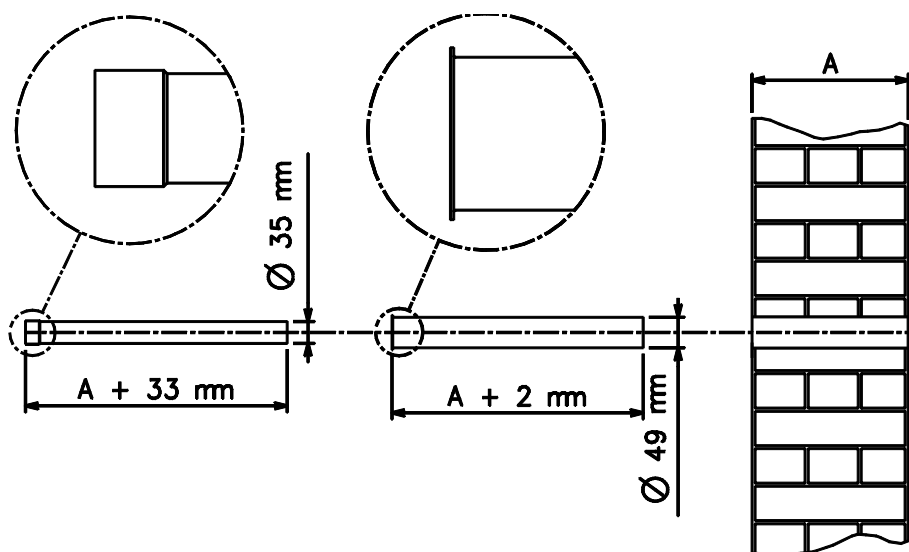

Figura 7 – Indicazioni per il taglio tubi aria/fumi
5. Adattare la lunghezza dei tubi (aspirazione e scarico) all'effettivo spessore della parete, tagliando il tratto in eccedenza: per la determinazione dell'esatta lunghezza vedere schema Figura 7.